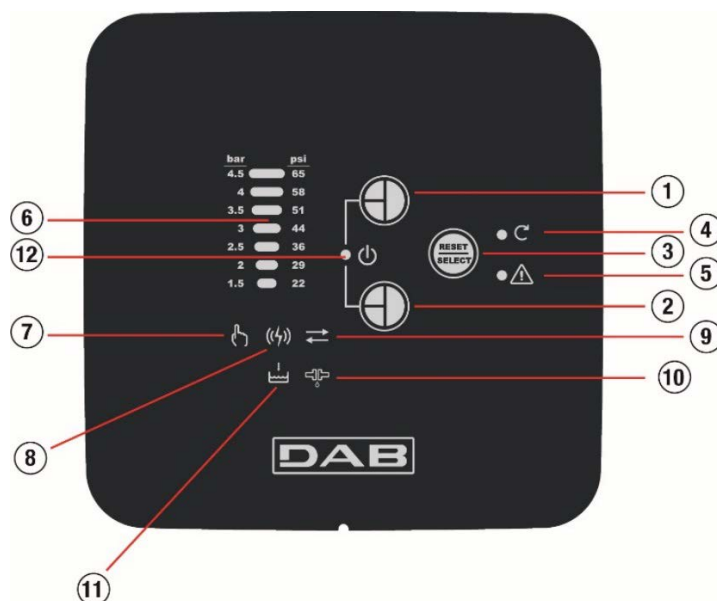

Fig. 16
Övergången från funktionssätt Monitor till funktionssätt SETUP utförs genom att knapparna - (Fig. 16, 1) och Reset/Select (Fig. 16, 3) trycks in samtidigt i minst 3 sekunder. Övergången från funktionssätt SETUP till funktionssätt Monitor utförs genom att knapparna - (Fig. 16, 2) och Reset/Select (Fig. 16, 3) trycks in samtidigt i minst 3 sekunder eller genom att du väntar 1 minut utan att trycka på någon knapp på gränssnittet. Vid starten är COMBOX som standard i funktionssätt Monitor. Funktionssättet SETUP anges av att lysdioderna för MOTORSTATUS och LARM blinkar omväxlande.
12.2.1. Motorstatus (Fig. 16, 4)
12.2.2. Läsning av larm (Fig. 16, 5)
12.2.3. Funktion MANUAL MODE (Fig. 16, 7)
12.2.4. PLC-anslutning (Fig. 16, 8)
Tryck på knapparna + och - (Fig. 16, 1 – 2) samtidigt och släpp dem för ett ovillkorat stopp av pumpens motor. Motorn kan inte starta om förrän du åter trycker på knapparna + och - (Fig. 16, 1 – 2) samtidigt och släpper dem. Denna blockering har även företräde framför en eventuell start av motorn som har ställts in i funktionssätt MANUELL.
Larmåterställningen kan utföras manuellt genom att du trycker på knappen Reset/Select (Fig. 16, 3).
Tryck på knappen Reset/Select (Fig. 16, 3) för att bläddra igenom inställningarna som beskrivs nedan.
Med denna funktion kan du variera pumpens värde för CUT-IN. Detta värde kan ökas/minskas med knapparna + och – (Fig. 16, 1–2) och anta de värden som anges på den barometriska skalan med en blinkning. Aktuellt värde för CUT-IN markeras istället av att motsvarande lysdiod lyser med fast sken.
Tryck på knappen + (Fig. 16, 1) i denna inställning för att tvinga fram starten av pumpens motor.
Knappen – (Fig. 16, 2) återställer de normala driftsförhållandena.
Om du trycker på knappen + (fig. 12, 1) i 5 sekunder i denna inställning försätts COM BOX tillfälligt i statusen för associering med PLC genom elnätet. Tryck på knappen – (Fig. 16, 2) i 5 sekunder för att eliminera en eventuell associering med DTRON3.